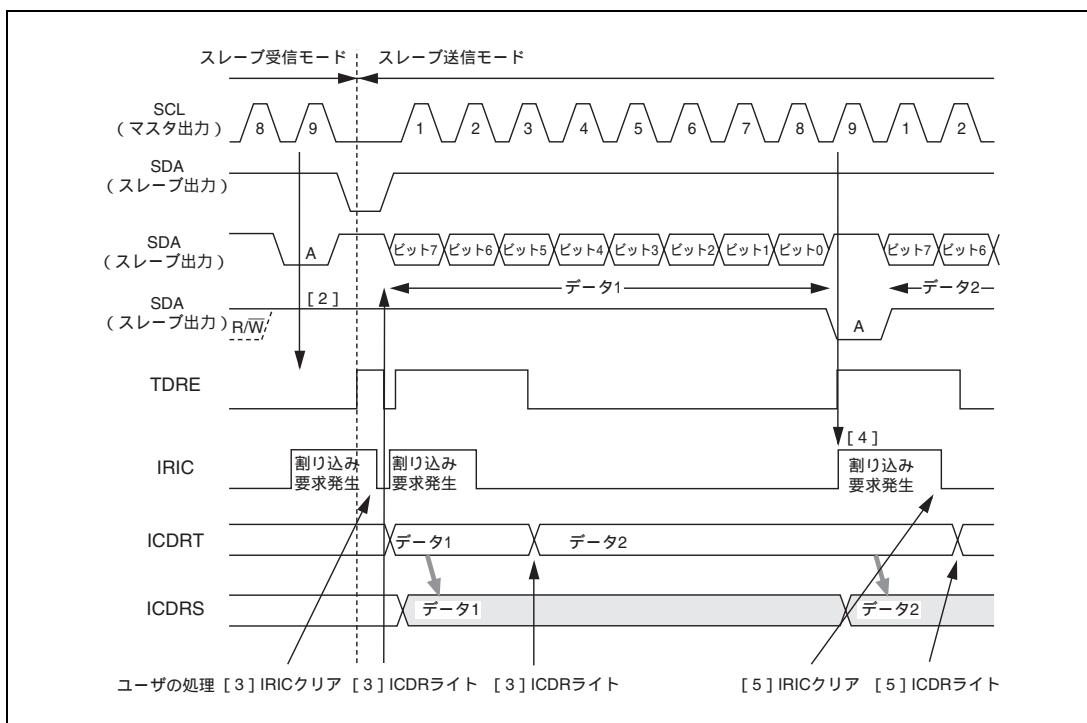

図 18.15 スレーブ送信モード動作タイミング例 (MLS = 0 のとき)
3. IRICフラグを0にクリア後、ICDRにデータをライトします。このときTDRE内部フラグは0にクリアされます。ライトされたデータはICDRSに転送され、TDRE内部フラグおよびIRIC、IRTRフラグが再び1にセットされます。IRICフラグを0にクリア後、ICDRに次のデータをライトします。スレーブデバイスは図18.15で示すタイミングでマスタデバイスが出力するクロックに従い、ICDRにライトされたデータを順次送出します。